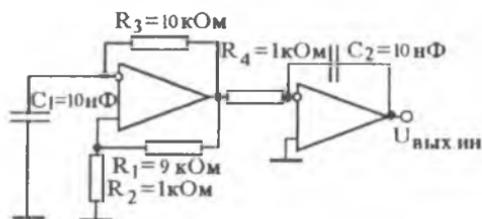

Рисунок 20 – Схема генератора линейно-изменяющегося напряжения
**Задача 14.** Рассчитать максимальную амплитуду сигнала  $U_{\max}$ , получаемого на выходе генератора линейно-изменяющегося напряжения (рисунок 20). Максимальные по модулю напряжения на выходах ОУ равны  $U_{\text{вых.max}} = |U_{\text{вых.min}}| = 15$  В.